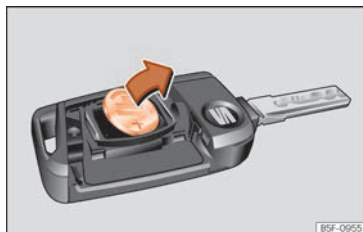

Fig. 48 Clau del vehicle: extracció de la pila.
- Traieu la pila del compartiment amb un objecte fi adequat »» fig. 48.
- Encaixeu una pila botó nova dins del compartiment »» ①.